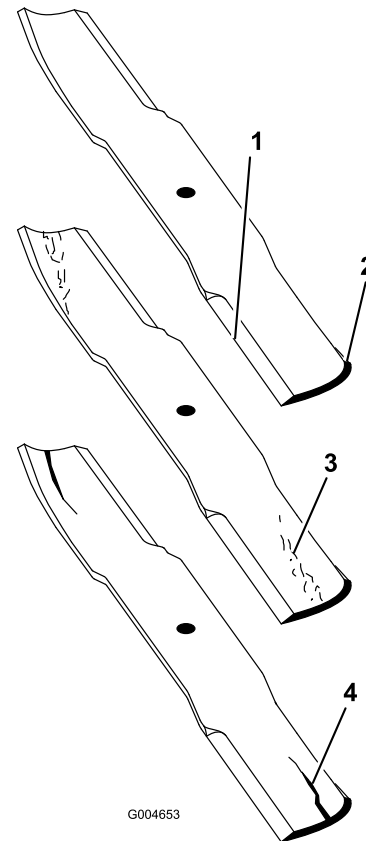

Figure 84
2. Examinez attentivement les tranchants de la lame, particulièrement au point de rencontre des parties plane et incurvée (Figure 84). Le sable et les matières abrasives peuvent éroder le métal à cet endroit, c'est pourquoi il est important de contrôler l'état de la lame avant d'utiliser la tondeuse. Remplacez la lame si elle vous semble usée (Figure 84).
Si la lame est trop usée, une entaille se forme entre la partie incurvée et la partie plane (Figure 84). La lame risque alors de se briser et un morceau peut alors être projeté du dessous de la machine, vous blessant gravement ou une personne à proximité.